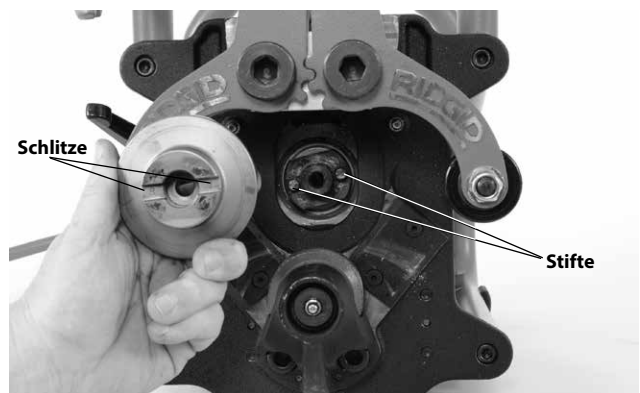

Abbildung 25B – Ersetzen der Schneidköpfe
5. Achten Sie beim Wechseln des Schneidkopfes darauf, dass er gerade auf der Spindel sitzt und die Antriebsstifte in die Schlitz im Schneidkopf greifen (Abbildung 25B). Ziehen Sie mit dem mitgelieferten Sechskantschlüssel und dem Zapfenschlüssel die Innensechskantschraube fest an.